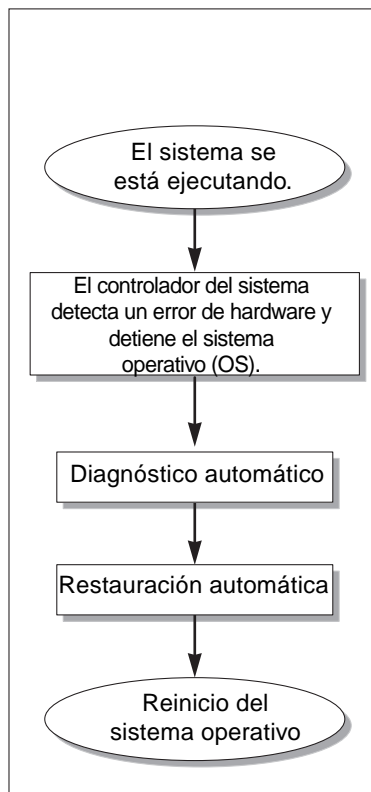

FIGURA 7-1 Proceso de diagnóstico y recuperación automáticos
En función de los tipos de error de hardware que se produzcan y los controles de diagnóstico que se establezcan, el controlador del sistema realiza determinados pasos de diagnóstico y recuperación, como se muestra en la FIGURA 7-1. En el firmware se incluye un motor de *diagnóstico automático* (AD) que detecta y diagnostica errores de hardware que afectan a la disponibilidad del sistema.
A continuación se ofrece una descripción resumida del proceso que se muestra en la FIGURA 7-1: